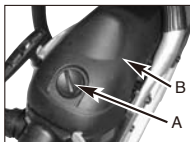

Fig. 15A
1. Ta bort locket (A) som håller luftfiltrets kåpa på plats, ta bort den övre kåpan (B) genom att lossa fästskruvarna. Kåpan går att lyfta av. (Fig. 15A)